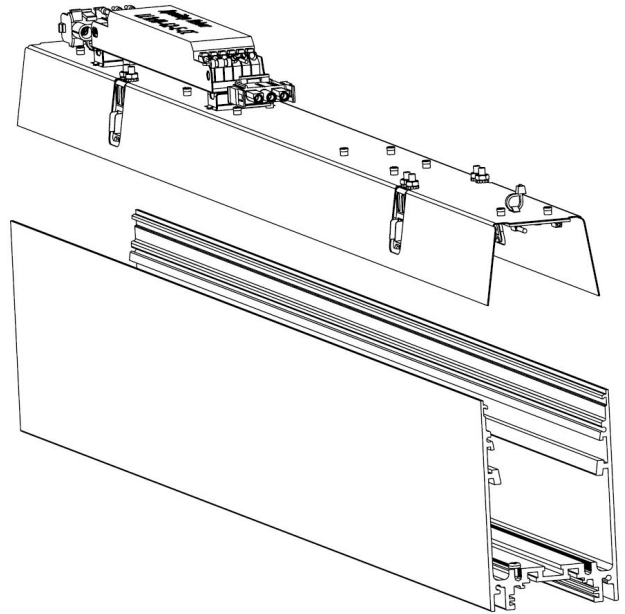

Рис.2
- Установите комплект подвесов (не входит в комплект поставки, дюбели и установочные саморезы подбираются самостоятельно в зависимости от монтажной поверхности и не входят в комплект поставки. Монтажное отверстие в крепежной втулке для подвеса имеет диаметр 5мм и рассчитано для самонарезных винтов с потайной головкой. Нагрузка на трос составляет не более 10 кг и определяется весом светильника) в паз на верхней части корпуса светильника (Рисунок 2);